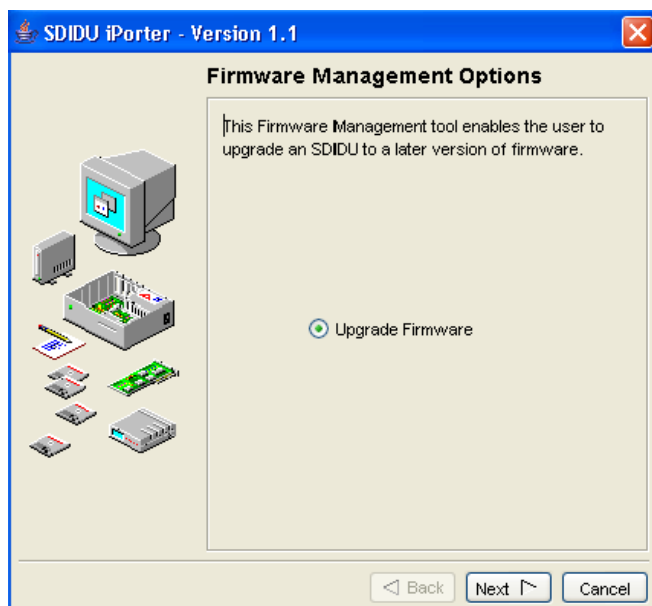

Рис. 6.1. Стартовый экран iPorter.
1. После запуска программы iPorter будет отображен экран, показанный на рис. 6.1.